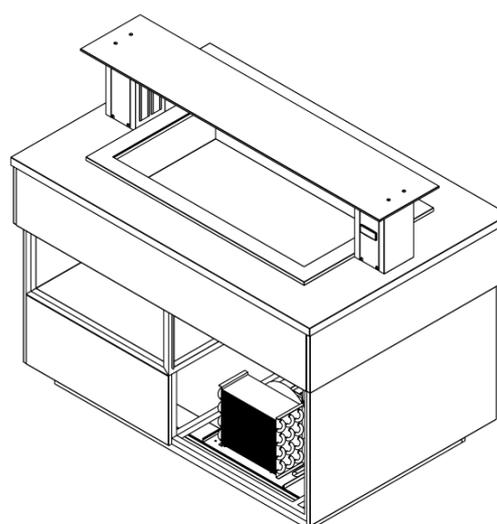

Рисунок 4
- доступ в агрегатную часть получен (рис. 4).